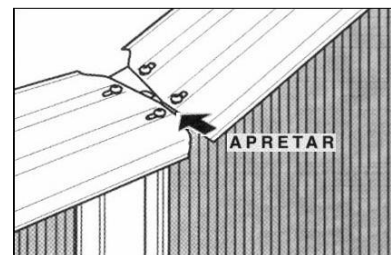

fig.31
d) Formar un círculo perfecto y apretar fuertemente la parte superior de la pared hacia dentro sobre cada una de las columnas (fig. 31) (esto ayuda a formar un círculo perfecto con la parte inferior de la pared).